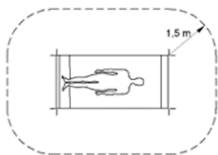

Fig. 2
- ⚠** Udskift batterierne uden for patientomgivelserne (mindst 1,5 meter væk fra patienten eller patientsupporten i henhold til IEC 60601-1, se fig. 2).